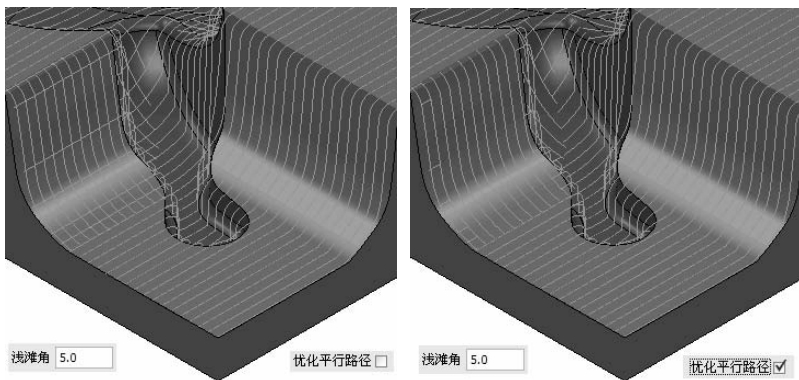

图 2-116 优化平行路径
- **【优化平行路径】**：当平行刀具路径是第一组平行刀具路径和第二组垂直的刀具路径组成时，若选中“优化平行路径”复选框，系统会在垂直刀路区域修剪第一组平行刀路，如图 2-116 所示。